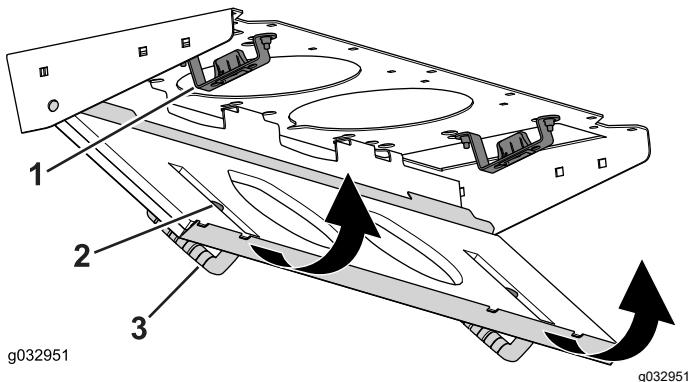

図 83
- 4. フィルタスクリーンを回転させてラッチをラッチ取り付けアセンブリにロックする図 83。